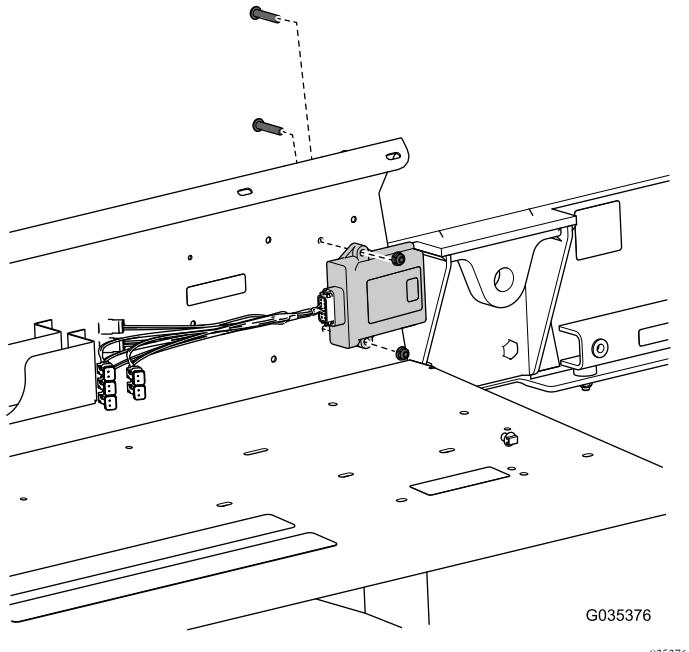

Figura 3
7. Retire o controlador e a cablagem da proteção do para-choques (Figura 3).